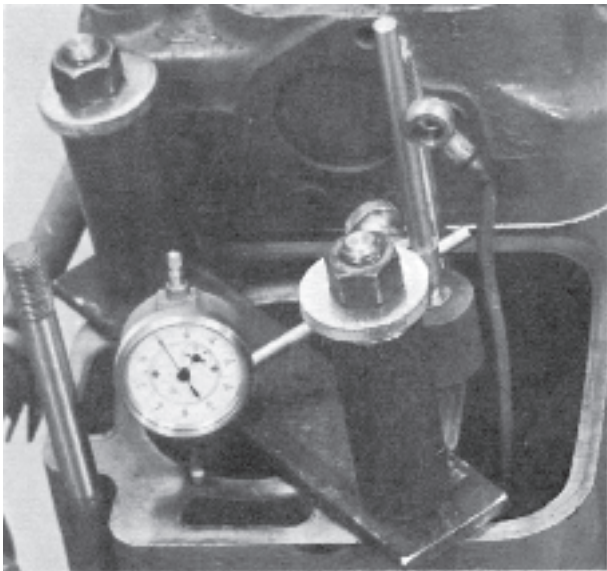

Fig. 30.
4. Spänn fast cylinderblocket så att det pressas ned mot vevhuset (se fig. 30).